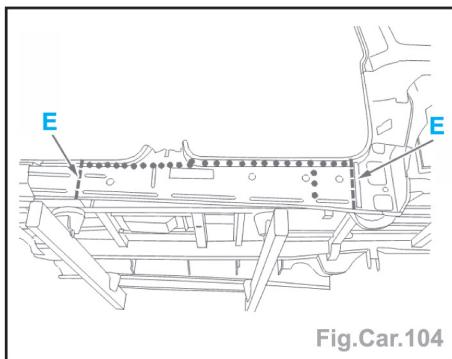

Fig.Car.104
- Souder par cordons successifs au MIG (suivant E) (Fig.Car.104).